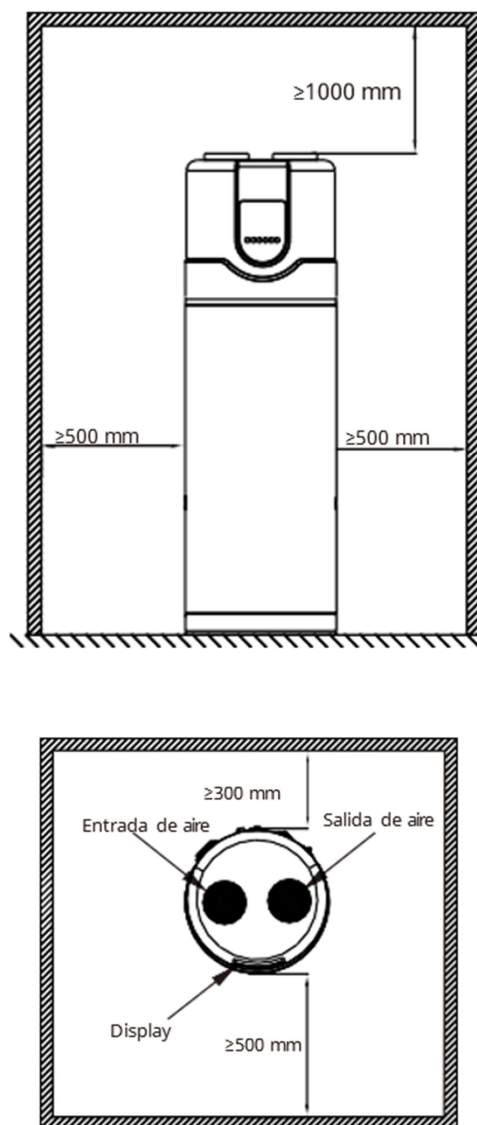

Fig.4 Espacio recomendado para instalación y mantenimiento
- *Reserve espacio para instalación y mantenimiento como se muestra en la Fig.4.*